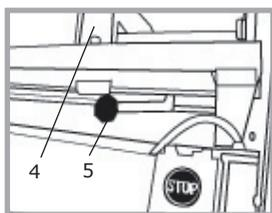

Abb. 3
Soll aber Holz gespalten werden, dessen Länge deutlich unter dem Gesamthub des Holzspalters liegt, so bietet es sich an, den Hub zu begrenzen. Die Hublänge des Druckschuhes (4) kann stufenlos verstellt werden (siehe Abb. 3).